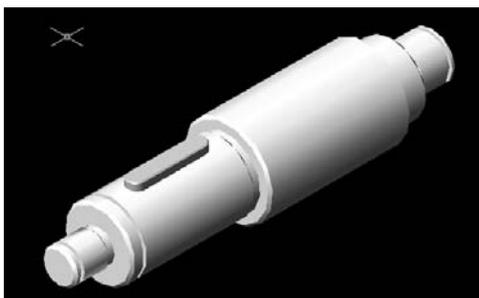

Рисунок 9.4
- ориентировать детали (**Редактировать / 3D Операции / 3D поворот**), поместить шпонку в шпоночный паз (рисунок 9.4);